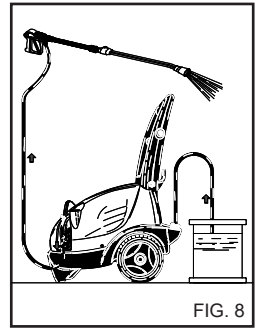

FIG. 8
Bed forhandleren om kataloget over de rengøringsmidler som kan anvendes afhængig af arten af det pågældende vaskearbejde og den overfladetype der skal behandles. Efter brug af rengøringsmidlet, skal rengøringsmiddelindtaget skylles ud med rent vand. (Fig. 8).
- 1) Efter brug sammen med rengøringsmidlet skal højtrykssvandsystemet skylles omhyggeligt: Lad pumpen være aktiveret i 1 minut, mens doseringshanen er fuldstændigt lukket. (fig. 8).
- 4) Efter brug sammen med rengøringsmidlet skal højtrykssvandsystemet skylles omhyggeligt: Lad pumpen være aktiv i 1 minut, mens doseringshanen er fuldstændigt lukket. (fig. 8).